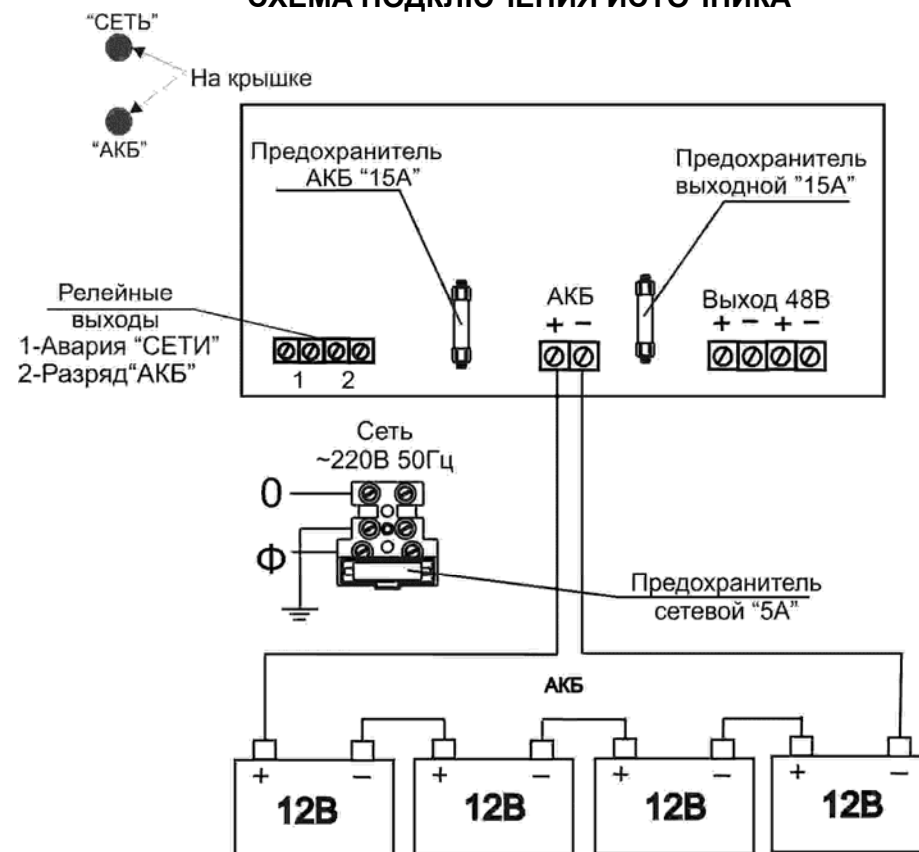

РИСУНОК 1
ЗАПРЕЩАЕТСЯ СТАВИТЬ В КОЛОДКИ ПРЕДОХРАНИТЕЛЕЙ ПЕРЕМЫЧКИ И ПЛАВКИЕ ВСТАВКИ НОМИНАЛОВ, НЕ СООТВЕТСТВУЮЩИМ УКАЗАННЫМ В НАСТОЯЩЕМ РУКОВОДСТВЕ! (СМ. ПРИЛОЖЕНИЕ РИСУНОК 1 И ТАБЛИЦУ 3).
Подключение источника производится при отключенном сетевом напряжении и открытой крышке (см. приложение Рисунок 1) в следующей последовательности:
- Соединить аккумуляторы в АКБ при помощи перемычек, входящих в комплект поставки (см. приложение Рисунок 1), при необходимости использования аккумуляторного отсека (не входит в комплект поставки) соединить АКБ согласно схеме в приложении см. Рисунок 4;
- Проверить правильность произведенного монтажа в соответствии со схемой подключения (см. приложение Рисунок 1,2,3).